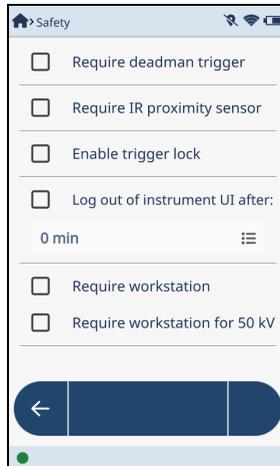

图 4-18 安全屏幕
- ◆ 点击菜单托盘中的**Safety**（安全）按钮（），打开**Safety**（安全）屏幕（参见第127页的图 4-18）。